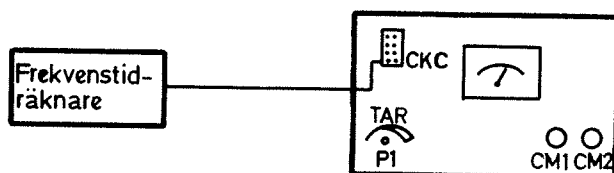

Bild 14
4.6.3.1 Anslut frekvenstidräknaren till utgången CKC på KDT-A1 enligt bild 14.